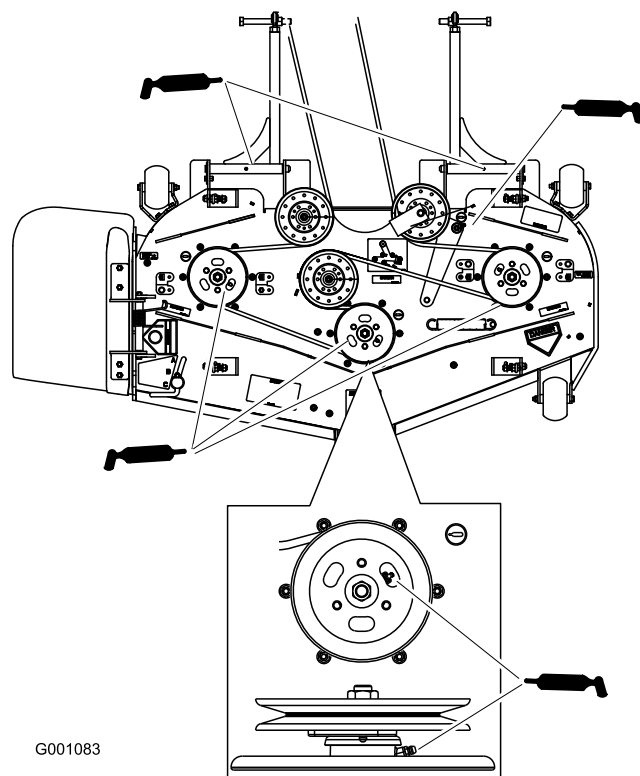

Figure 30
4. Lubrifiez les roulements des trois axes sous les poulies jusqu'à ce que la graisse sorte par les joints inférieurs (Figure 30).
5. Graissez le bras de la poulie de tension sur le plateau de coupe (Figure 30).
6. Lubrifiez les graisseurs des bras de poussée (Figure 30).